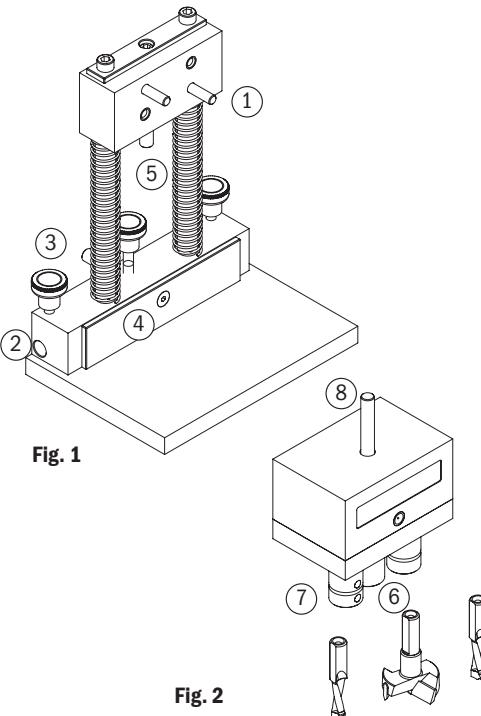

Fig. 3
Régler les distances de perçage (**Fig. 3**): du bord du panneau à la charnière (D) au moyen de la plaque et du volant central (4) et la profondeur de perçage (H) avec la barre filetée et l'écrou de fixation (5). Enfin, positionner la porte à percer (**Fig. 4**). Par la suite, monter sur les 3 broches les mèches adaptées à la tête choisie. Sur la broche centrale (6), insérer et fixer la mèche pour charnières de droite de Ø 35 mm, tandis que sur les 2 latérales (7), l'on montera les mèches pour trous borgnes de gauche de Ø 8 mm ou Ø 10 mm (en fonction du type de charnière), à fixer avec les 2 vis sans tête, (**Fig. 2**).